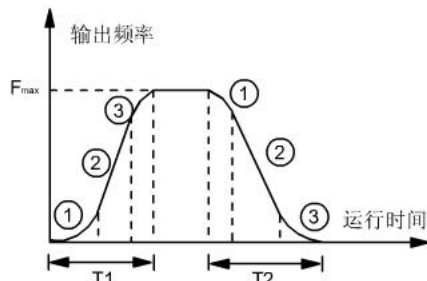

图 6-7 S曲线加减速
定义开门加速过程S曲线起始段的时间与整个加速时间的百分比, 如图6-7中T1时段的①。
TD3200门机变频器所有的加减速均按照S曲线进行加减速。S曲线加减速的描述如下: 变频器在加减速过程中, 输出频率与加减速时间为S曲线关系, 按照S形曲线递增或递减, 如图6-7的曲线所示。
定义开门加速过程S曲线上升段的时间与整个加速时间的百分比, 如图6-7中T1时段的②。
定义开门减速过程S曲线起始段的时间与整个减速时间的百分比, 如图6-7中T2时段的①。
定义开门减速过程S曲线下降段的时间与整个减速时间的百分比, 如图6-7中T2时段的②。
定义关门加速过程S曲线起始段的时间与整个加速时间的百分比，如图6-7中T1时段的①。
定义关门加速过程S曲线上升段的时间与整个加速时间的百分比，如图6-7中T1时段的②。
定义关门减速过程S曲线起始段的时间与整个减速时间的百分比，如图6-7中T2时段的①。
定义关门减速过程S曲线下降段的时间与整个减速时间的百分比，如图6-7中T2时段的②。